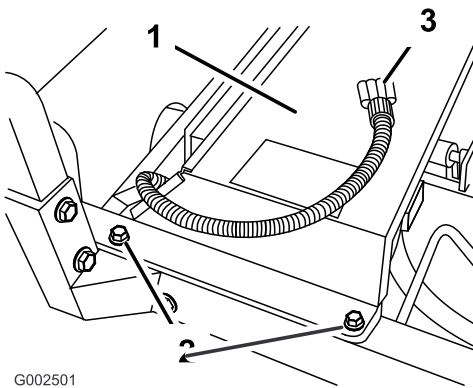

Bild 19
2. Montieren Sie die Kühlerabdeckung über den Fahrzeugkühler (Bild 19).